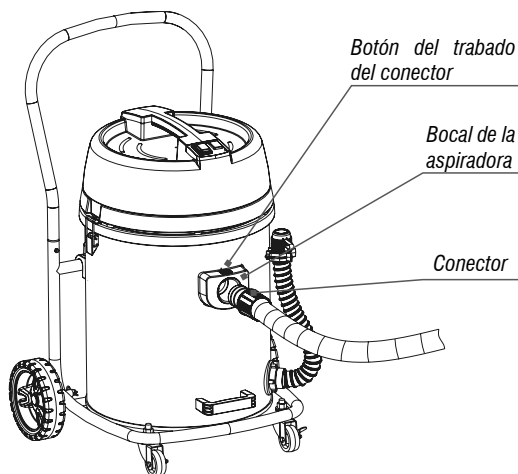

Fig. 7 – Encaje de la manguera en la aspiradora
- Encaje el conector de la manguera en el bocal de la aspiradora, según muestra la Fig. 7.